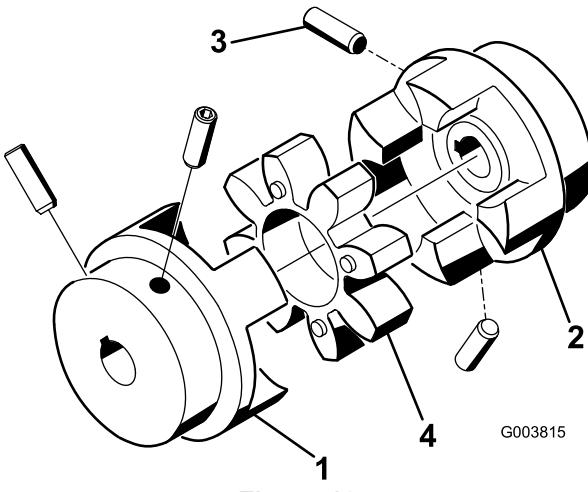

Figura 10
**Nota:** Asegúrese de que la araña de acoplamiento (Figura 10) no está dentro del acoplamiento.
- Apriete los tornillos de fijación que sujetan los acoplamientos del motor y del eje del ventilador (Figura 10) a 6,6–9,3 N·m.